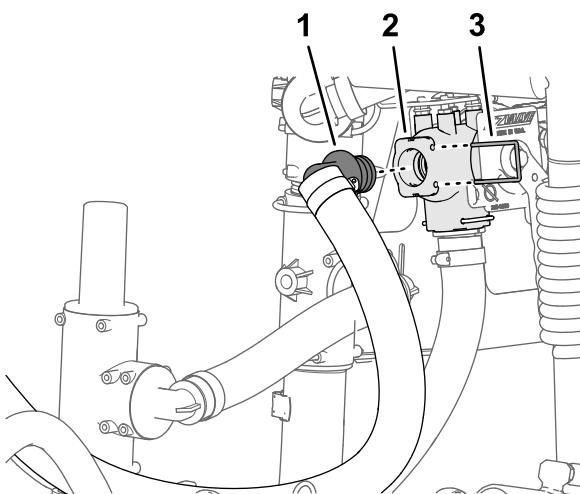

Figura 32
nebulizzatore (Figura 32).
- Fissate il raccordo dentellato alla valvola di intercettazione con un fermo (Figura 32).